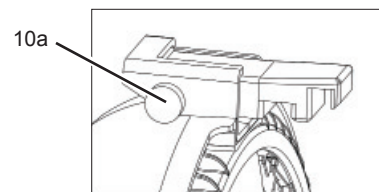

Abb. 5 / figure 5
- Torsicherung (10) durch Drücken auf den seitlich angebrachten Knopf (10a, Abb. 5) öffnen.
- Open the top latch (10) by pressing the button at the side (10a, fig. 5).